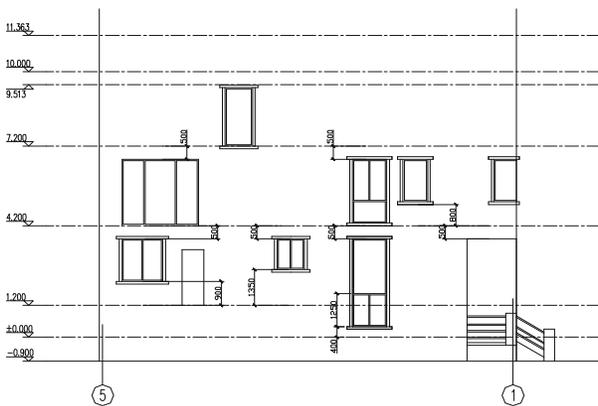

图 10-1-20
**STEP 04** 用同样的方法绘制出二层及屋顶层的窗户，如图 10-1-20 所示。